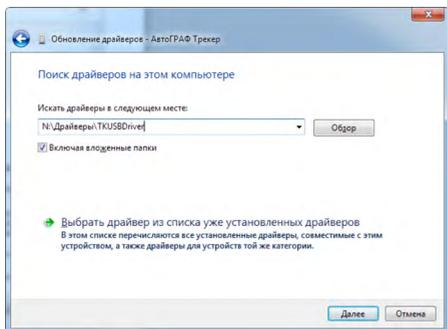

Рис.3
- Зафиксируйте модуль при помощи трех винтов, поставляемых в комплекте (Рис.3);
5. Задайте путь к папке, в которую был распакован архив с драйверами (Рис.3). Выполните установку драйверов.